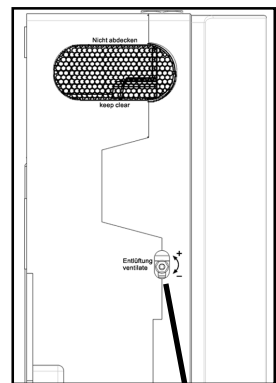

Bild 12 Entlüftungshahn
- Entlüftungshahn der Pumpe mittels beiliegenden Steckschlüssel ca. 2 Umdrehungen öffnen und 1 Minute geöffnet lassen, siehe Seitenansicht Bild 12.